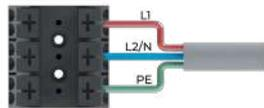

Figura 12
- Retire aproximadamente 6 mm da isolação de cada um dos 3 fios (L1, L2, PE) e insira os condutores no conector de conexão rápida como mostra a figura 12. Verifique se os fios estão bem conectados e a isolação dos fios estão dentro dos conectores.